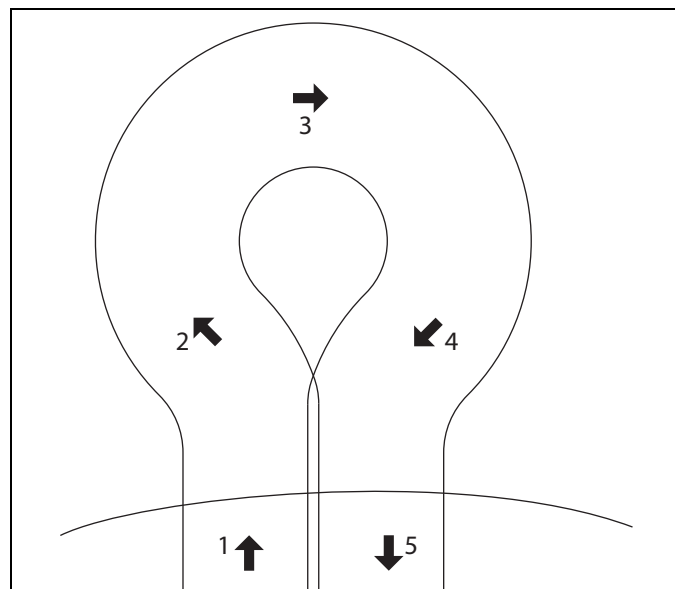

Figura 5C
- e. Para girar a la derecha, gire el cortacésped ligeramente a la izquierda **(2)**. Cuando el cortacésped se haya movido alrededor de la mitad de su propia anchura a la izquierda, gírelo rápidamente a la derecha **(3 y 4)**, guiándolo con la mano derecha. Este método permite girar rápidamente en pocos pasos. **[Figura 5C]**